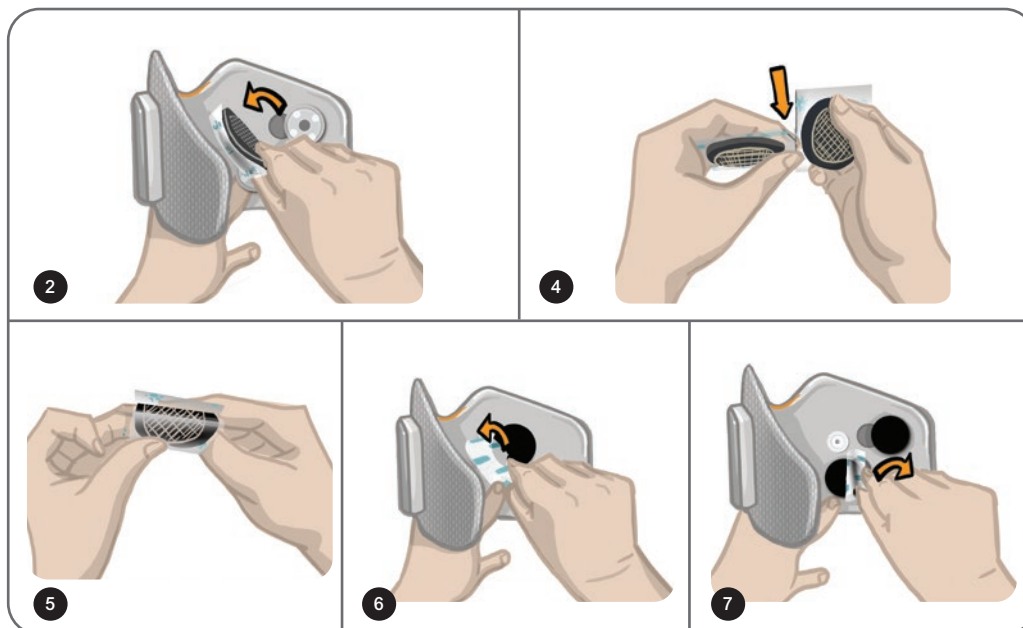

Ilustración 11-7: Sustitución de los Electrodo Hydrogel
**Para sustituir los Electrodo L300 Hydrogel: (consulte la ilustración 11-7):**